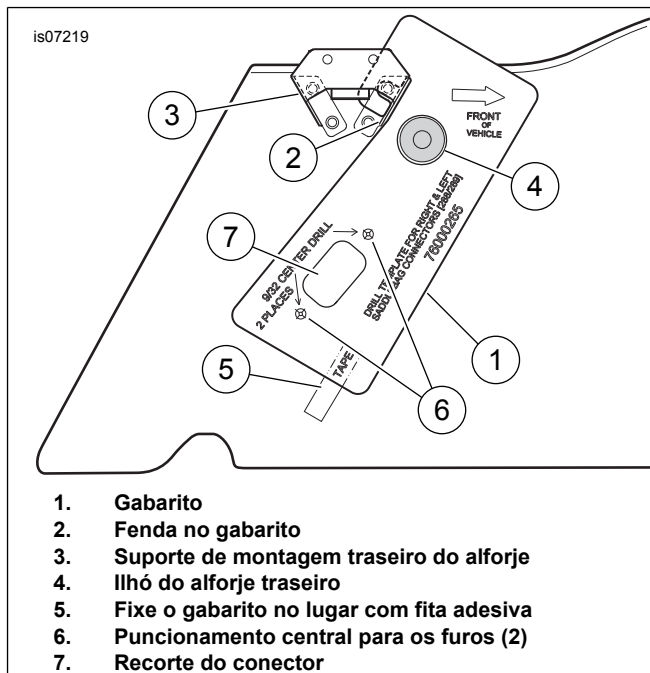

Figura 2. Perfuração do alforje para o conector de montagem do painel de 12 vias
4. Veja Figura 2. Enganche a fenda (2) no gabarito (1) sobre o suporte de montagem traseiro do alforje (3). Alinhe o furo do gabarito sobre o ilhó traseiro (4). Fixe o gabarito no local adequado com fita adesiva como mostrado (5).
5. Marque os locais dos dois furos (6) com um punção central. Trace o contorno do recorte do conector (7) na parede interna do alforje. Remova o gabarito.